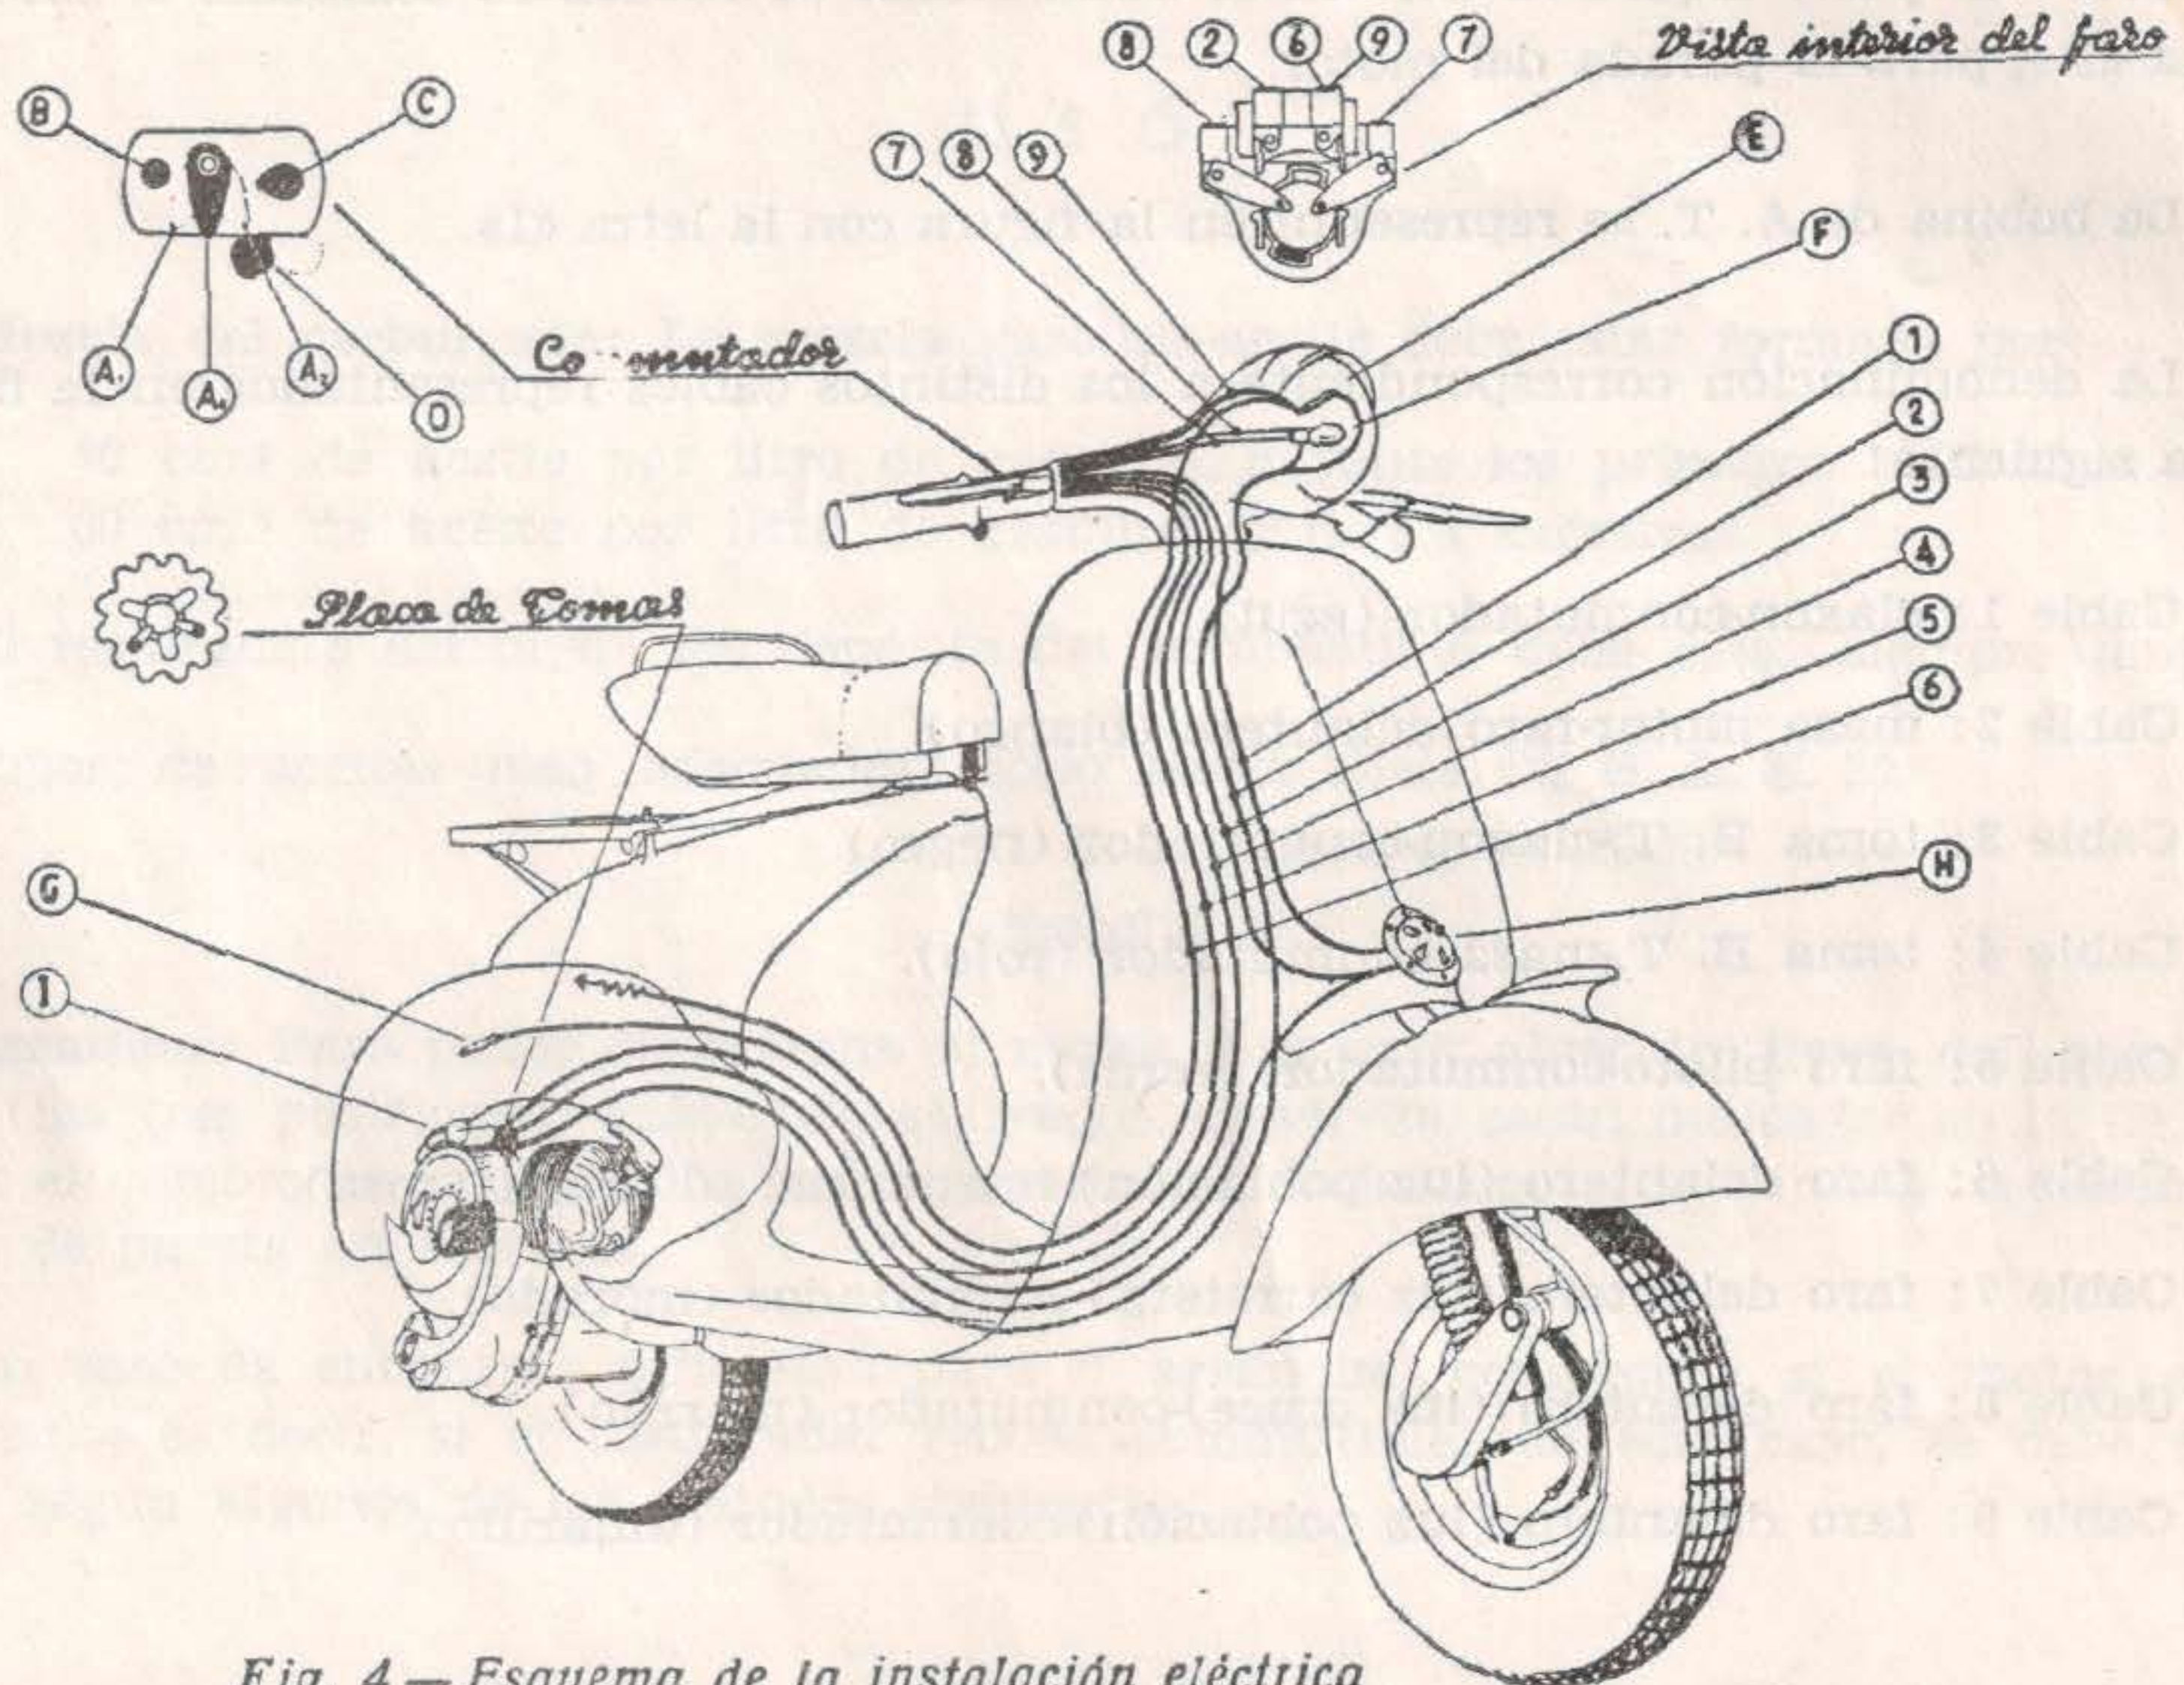

Fig. 4 — Esquema de la instalación eléctrica
- Un faro delantero equipado de una lámpara «F» de dos luces, de V. 25/25 W., para cruce y carretera, y de una lámpara «E», de 6 V. 15 W., para población (ver fig. 4).